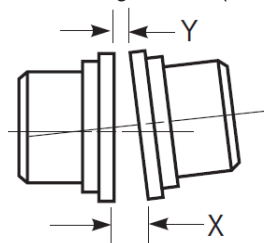

Abb. 5 - Winkelversatz
8.2. Der Winkelversatzwert ist die maximale Differenz zwischen den Messwerten X und Y. Diese Messwerte werden an den gegenüberliegenden Enden der Aufnahmeflanschen gemessen (siehe Abb. 5).